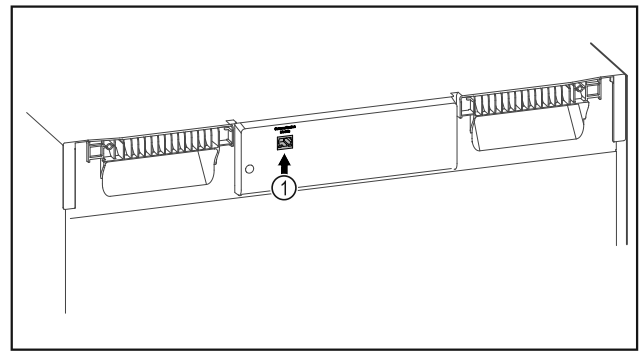

Fig. 82
- SmartModule Fig. 82 (1) on otettu käyttöön.